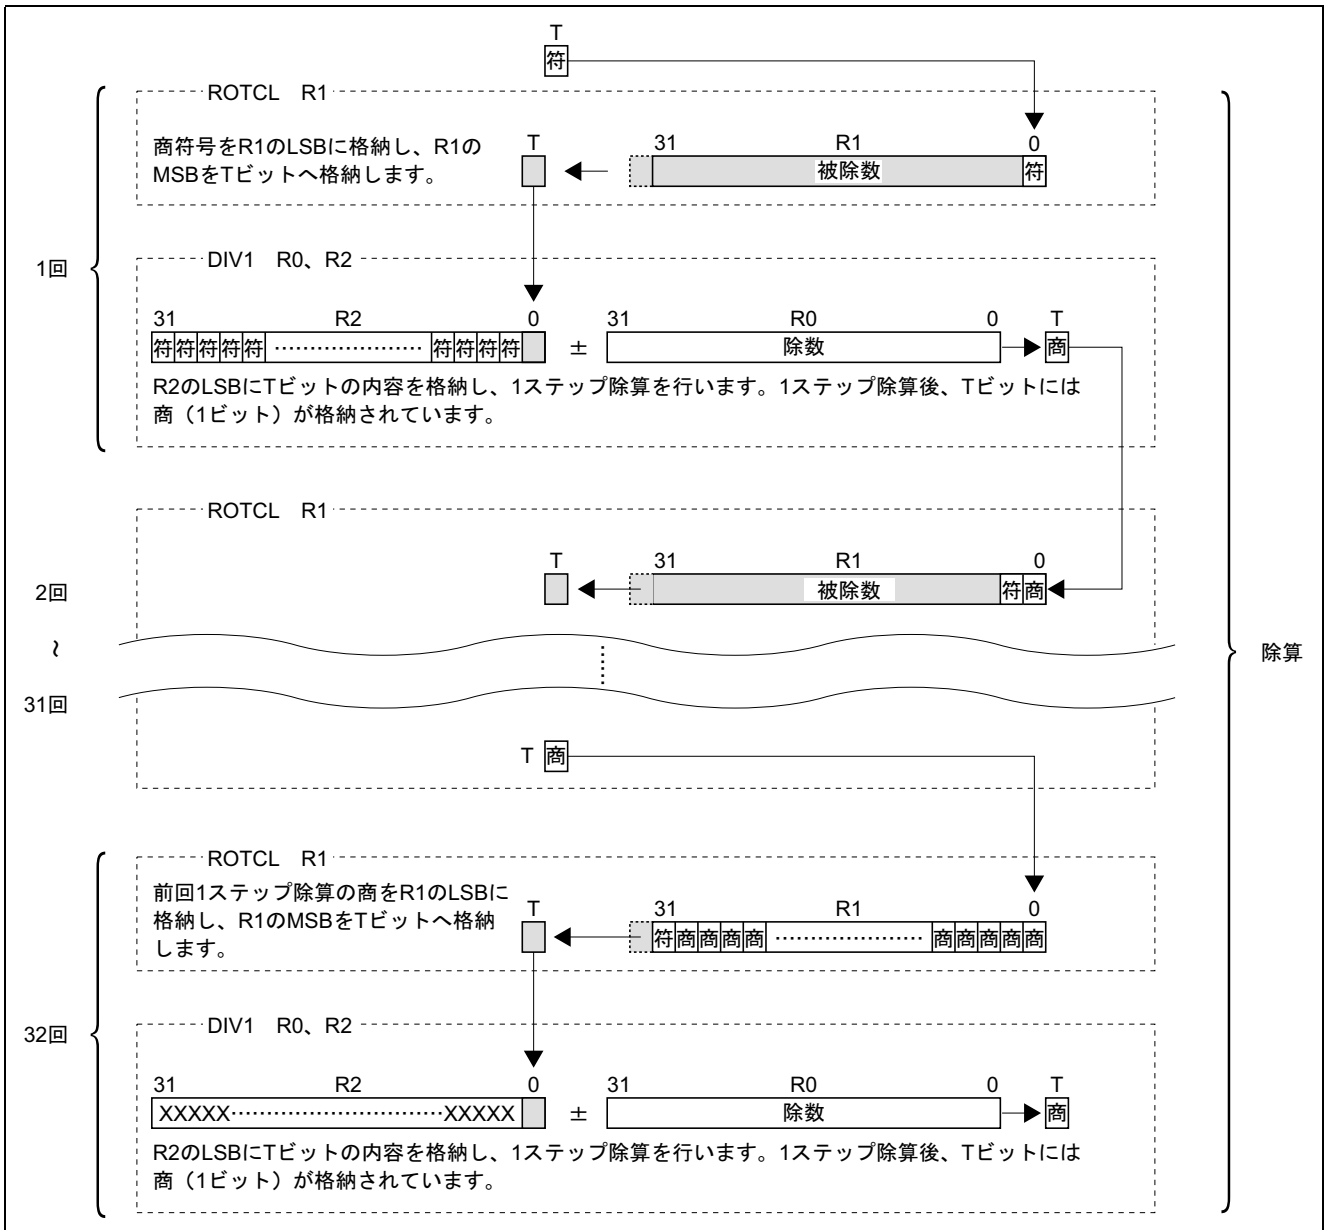

図3 動作例
b. 図3で示すように、除算は ROTCL 命令、DIV1 を除数のビット数 (32 回) 分繰り返して行います。